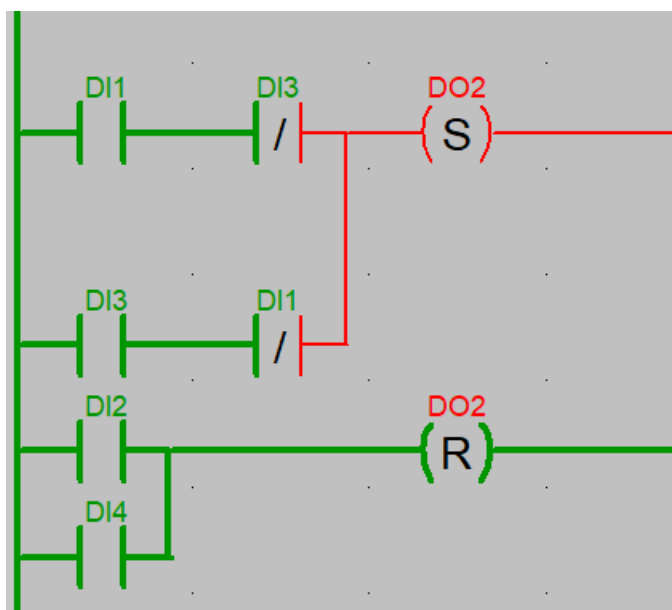

Рисунок 4.3 – Выполнение программы
4.2.7 Наблюдайте процесс выполнения программы в режиме Online, имитируя входные и выходные сигналы с блока имитации дискретного сигнала. Переключая тумблеры блока, необходимо записать результаты в таблицу 4.2 и состояние сигналов, при выполнении программы (рисунок 4.3). Исследуйте программу в новом окне, создавая различные ситуации: включение конвейера в начале транспортной ленты, отключение в конце ленты; включение в начале ленты и отключение по датчику и т.д.